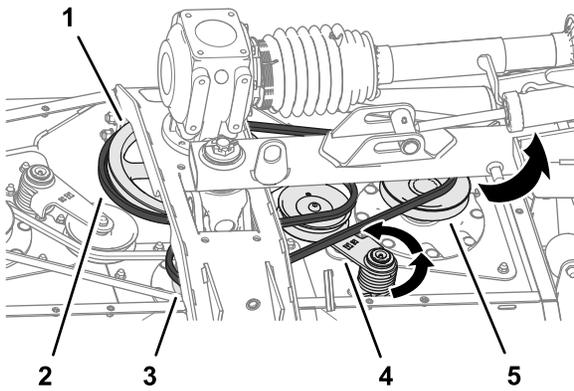

図 59
2. バールなどを使って長いベルトのベルトテンショナを左に回して、テンショナのプーリからベルトを外す 図 59。
- 長いベルトを駆動プーリ、中央スピンドルプーリ、右側スピンドルプーリから外す 図 59。